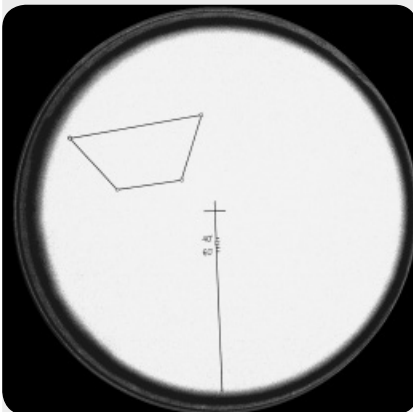

Рис. 36: Вид в полярный искатель (объединение четырех звезд возле южного небесного полюса)
1. Наведите искатель на яркую поверхность (но ни в коем случае не на Солнце!) и посмотрите на шкалу в центре визирной сетки (рис. 36). Поверните искатель так, чтобы шкала стала четко видна.